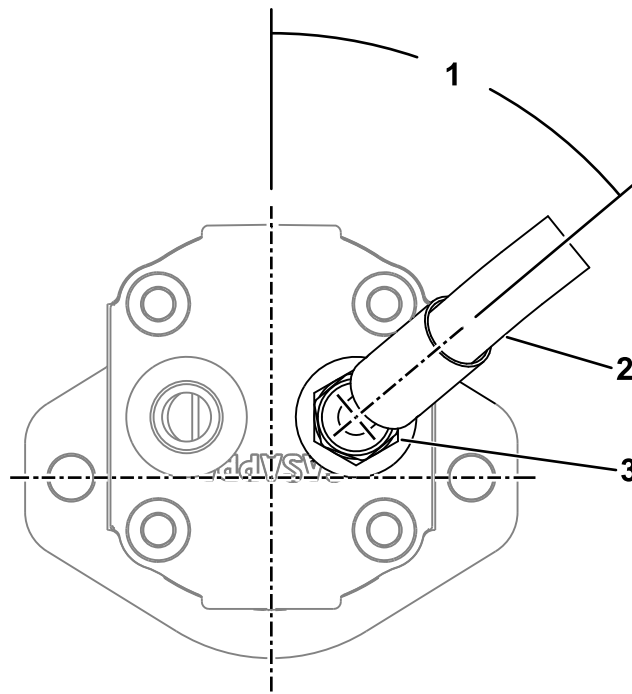
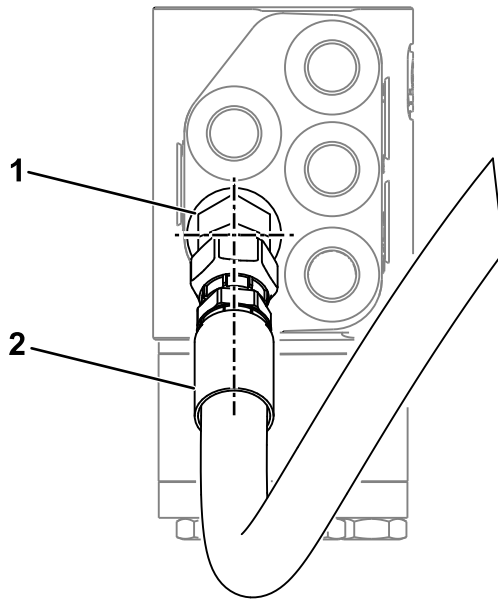

Figura 9
Figura 10
2. Conecte el acoplamiento de la manguera hidráulica de 45° en el nuevo acoplamiento recto y oriéntelo a 50°, tal y como se muestra en la Figura 9.
4. Conecte el acoplamiento recto de la manguera hidráulica al nuevo acoplamiento de 45°, tal y como se muestra en la Figura 10.
6. Asegúrese de que la manguera y los acoplamientos están alineados, tal y como se muestra en la Figura 9 y en la Figura 10, y de que las mangueras no se giren al dirigirse junto a los tubos hidráulicos existentes.